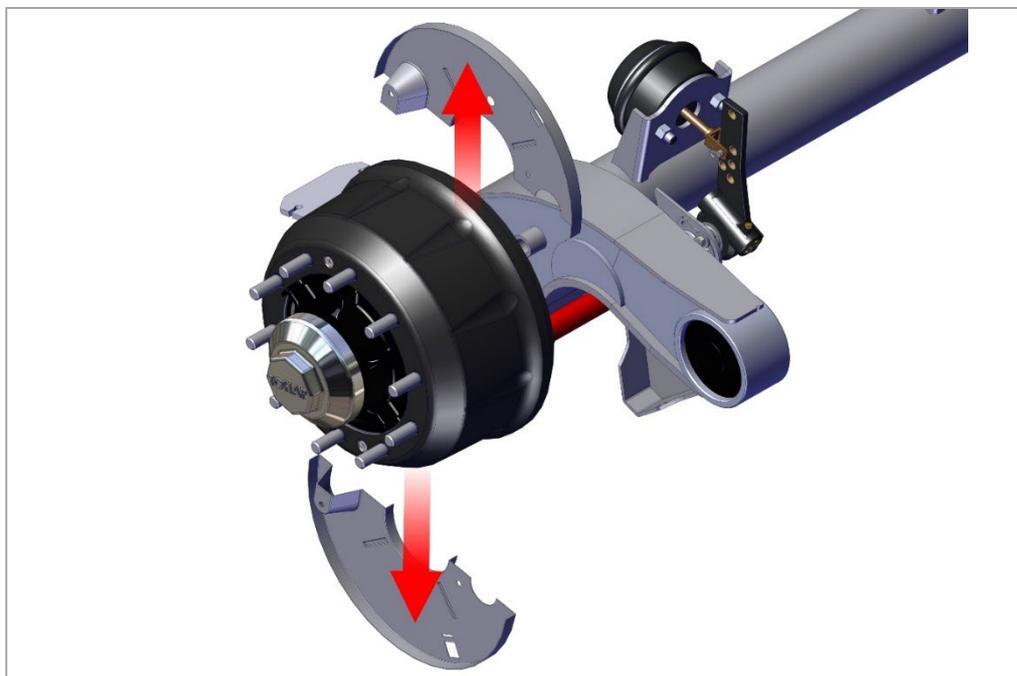

Рис. 17. Снятие грязезащитных щитков.
1) Снимите грязезащитные щитки тормозного барабана, как показано на рис. 17.